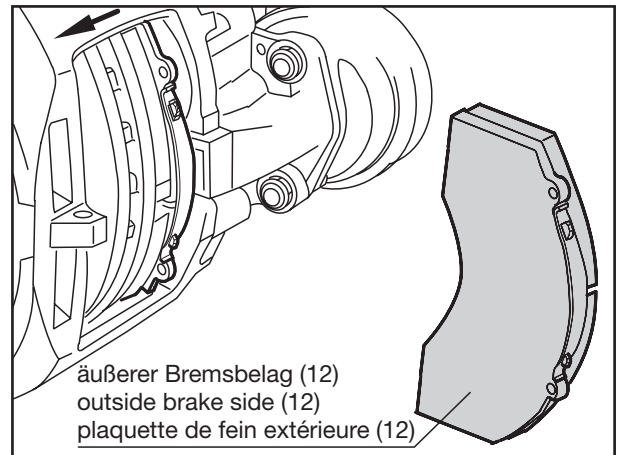

Fig. 4
- [7] Äußeren Bremsbelag aus dem Belagschacht herausziehen (Fig. 4).
- [16] Bremssattel anschließend wieder in Richtung Fahrzeugaußenseite drücken und den äußeren Bremsbelag (12) einsetzen (Fig.4).
- [7] Pull the outside brake pad out of the brake pad cavity (Fig. 4).
- [16] Then press the brake caliper back towards the outside of the vehicle and insert the outer brake pad (12) (Fig. 4).
- [7] Retirer la garniture de frein extérieure de son logement (fig. 4).